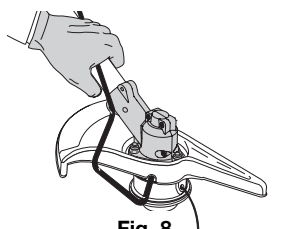

Fig. 8
2. Sostenga la varilla de cierre en su lugar junto al brazo de la unidad (Fig. 8).
1. Alinee el orificio del buje del eje con la ranura de la varilla de cierre e inserte la varilla de cierre en el orificio del buje (Fig. 8).